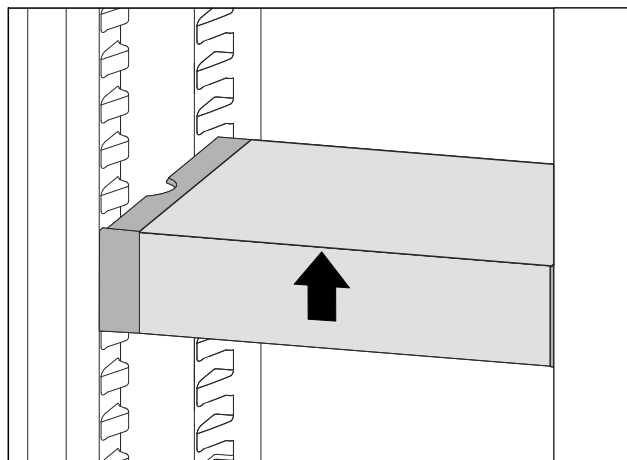

*Fig. 121*
- ▶ Установите выдвижной ящик VarioSafe за стопоры на требуемый выступ *Fig. 121 (1)* или *Fig. 121 (2)*.